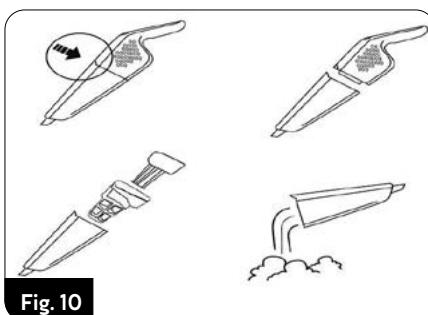

Fig. 10
6. Urmăriți cât de plin este recipientul de praf (12). Un recipient supraumplut reduce eficiența aspirării, crește consumul de energie și provoacă o contaminare mai rapidă a filtrelor. Pentru a golii recipientul pentru praf, opriți aspiratorul,dezasamblați-l de mânerul principal, apăsați
butonul (8), eliberați recipientul pentru praf (12) din aspirator, scoateți filtrul HEPA (10) și corpul filtrului (11) din recipient. Turnați conținutul recipientului în coșul de gunoi (Fig. 10).